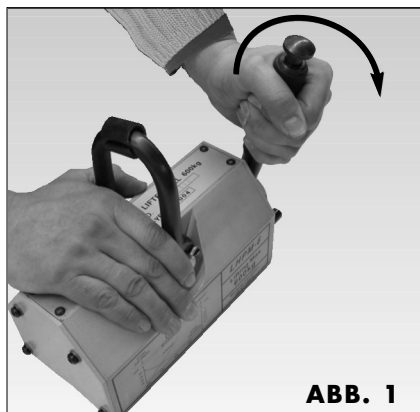

ABB. 1
- 1) Hebel von der Stellung - (DEMAG) in die Stellung + (MAG) bringen (Abb. 1)
- 1) Hebel fassen, Entsperrknopf mit dem Daumen in Pfeilrichtung eindrücken und halten (Abb. 1).